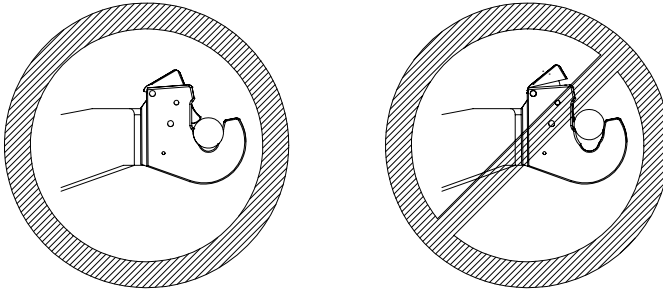

Fig. 6.9: Låse kulene
- Kontroller hvorvidt kulene er korrekt låst, se fig. 6.9.